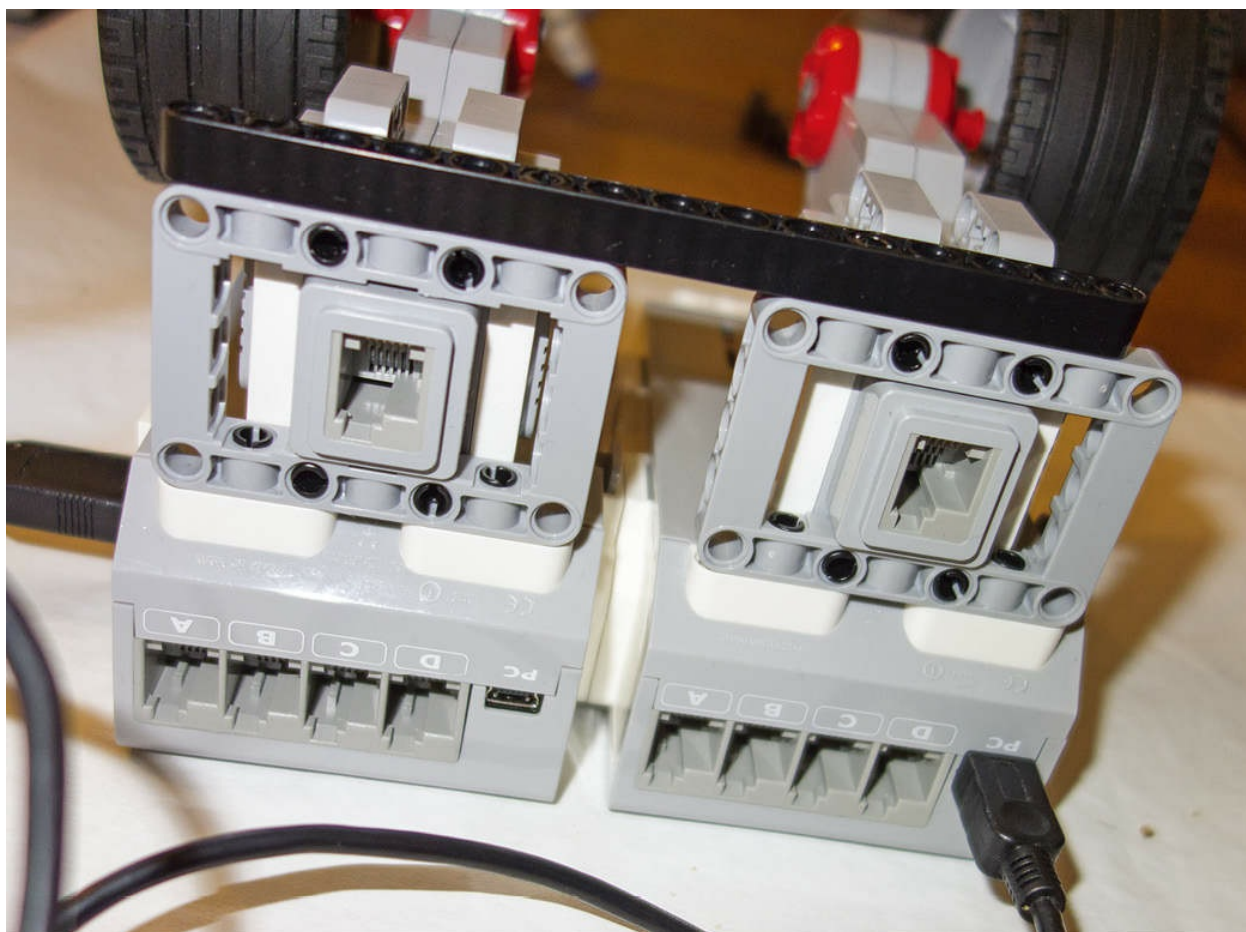

图11.18 注意这根直梁不能均匀分布
**14.** 将一个长15M的直梁横放至框梁的下面以使机器人更加稳固。如图11.18所示，如果这个直梁不能在每一边都均匀分布，那么你需要确保你使用了蓝色的长销将智能砖连在一起并留出了大约1M的空隙。